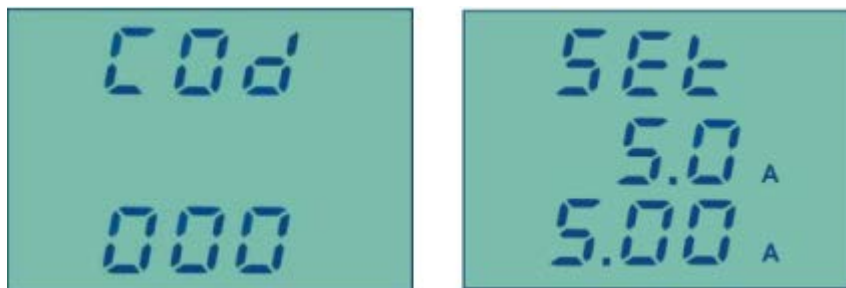

Рис. 4
- Во второй строке отобразится вторичное значение трансформатора тока (5 А) (рис. 4).